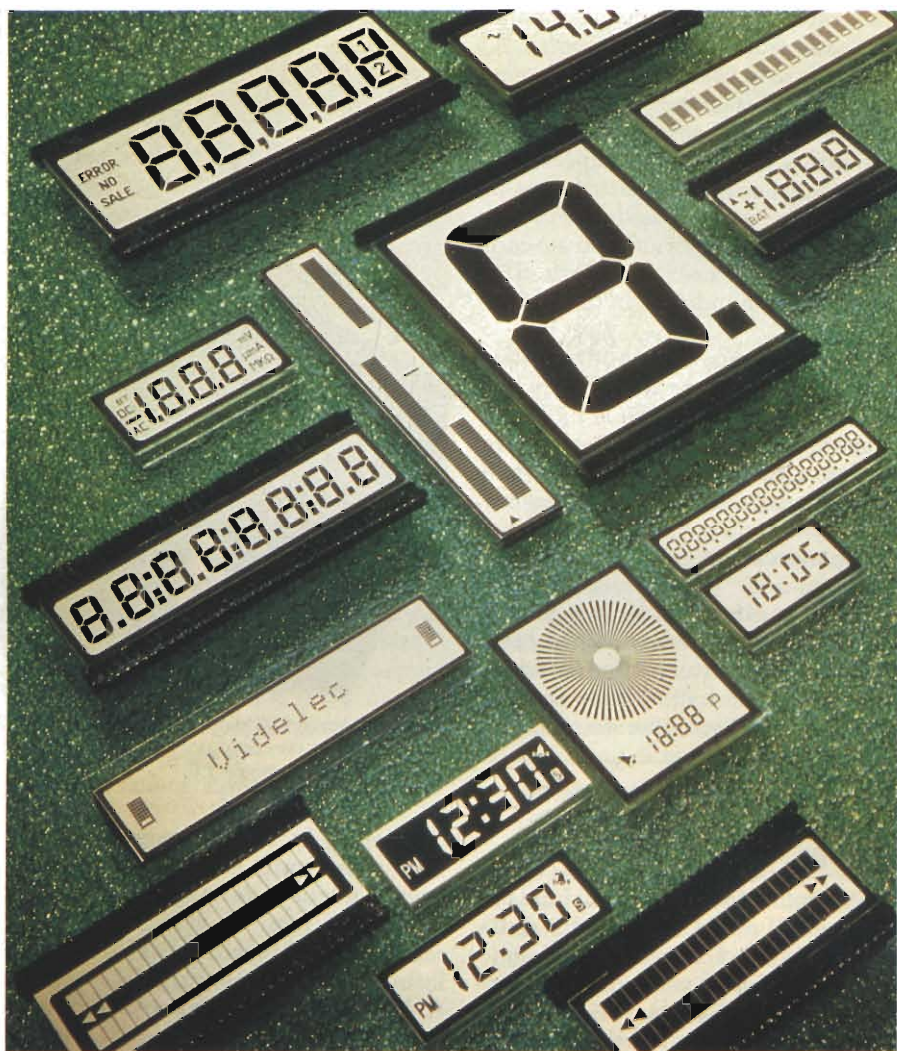

Fig. 3 - Alcuni tipi di LCD prodotti dalla Philips-Videlec.
Fig. 3 - Esempio d'impiego di display a matrice prodotti dalla Liton rappresentata in Italia dalla Pan Elektron. Questo sistema di presentazione di messaggi comandato mediante tastiera, impiega display a matrice da 2", ed è stato realizzato dalla ditta Apel (Apparecchiature Elettriche ed Elettroniche - Via Stefano Mongini, 109 - 44030 Serravalle (FE) - Tel. 0532/834033-834074.
Fig. 3 - Definizione di flusso. Sono le linee immaginarie di luce visibile o invisibile emesse dalla sorgente; il loro maggior o minor numero dipende dall'intensità della sorgente. Viene misurato in lumen.